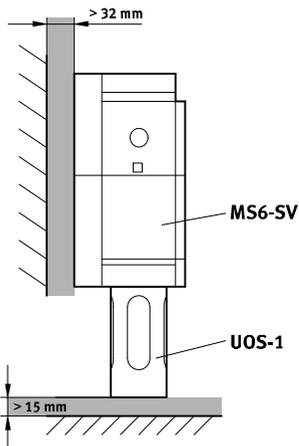

Fig. 14 Монтаж
- Обеспечьте расстояние минимум 15 мм под глушителем (→ Fig. 14). Наличие свободного пространства способствует бесперебойному сбросу воздуха.